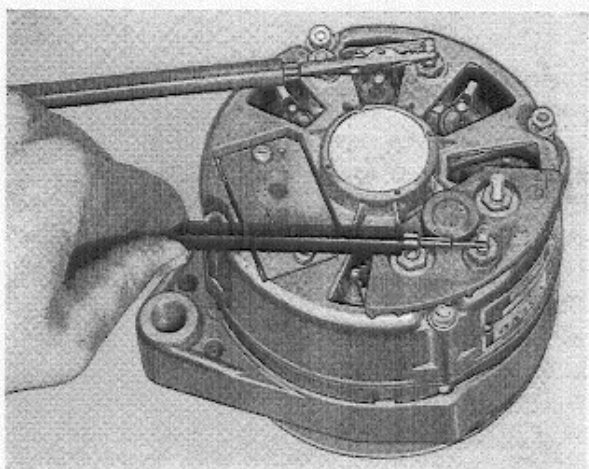

Abb. 38 Kontrolle der Lichtmaschine
7. Prüflampe zwischen B+ und Lichtmaschinenmasse anschließen. Anschlüsse umschalten. Die Prüflampe soll nur in einer Richtung aufleuchten, siehe Abb. 38. Nach jeder Reparatur soll die Lichtmaschine in einem Prüfstand probefahren werden.